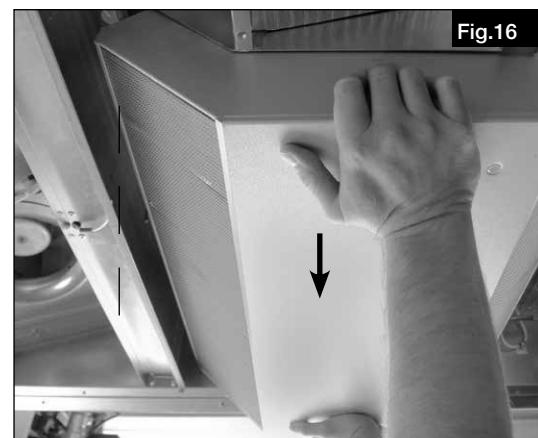

Fig.16
5. Retirer toutes les vis de fixation de l'échangeur à plaques (Fig.16) **⚠ Veiller à soutenir l'échangeur !**